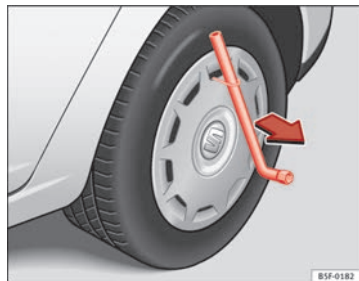

Fig. 147 Togliere il copricerchio
- Togliere il copricerchio con il gancio in metallo ⇒ fig. 147.